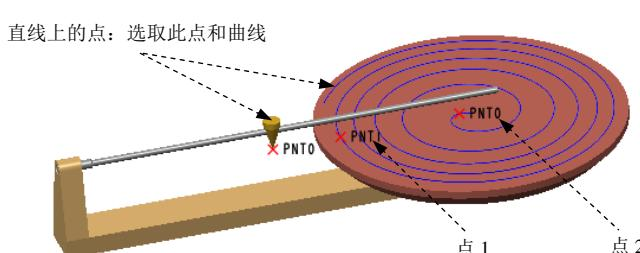
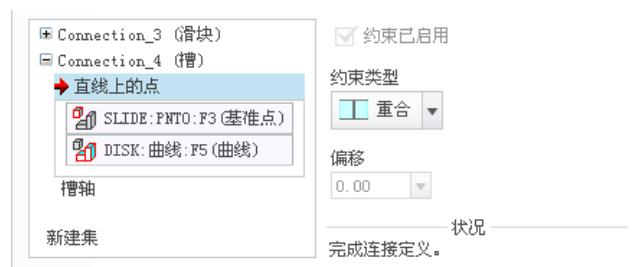

图 3.15.13 创建槽 (Solt) 连接
图 3.15.14 “放置”界面
- (1) 在 **放置** 界面下方单击“新建集”字符，在“元件放置”操控板的机械连接约束列表中选择 **槽** 选项。
- (2) 定义“直线上的点”约束。选取图 3.15.13 所示的点（连杆元件中的基准点 PNT0）和曲线（轮盘元件中的螺线）为约束参考，此时 **放置** 界面如图 3.15.14 所示。
(3) 在 **放置** 界面下方单击 **槽轴** 选项，在右侧 **当前位置** 区域下的文本框中输入值 13000，并按 Enter 键确认；选中 **最小限制** 复选框，选取图 3.15.13 所示的点 1（轮盘元件中的基准点 PNT1）为最小限制参考；选中 **最大限制** 复选框，选取图 3.15.13 所示的点 2（轮盘元件中的基准点 PNT0）为最大限制参考，此时 **放置** 界面如图 3.15.15 所示。